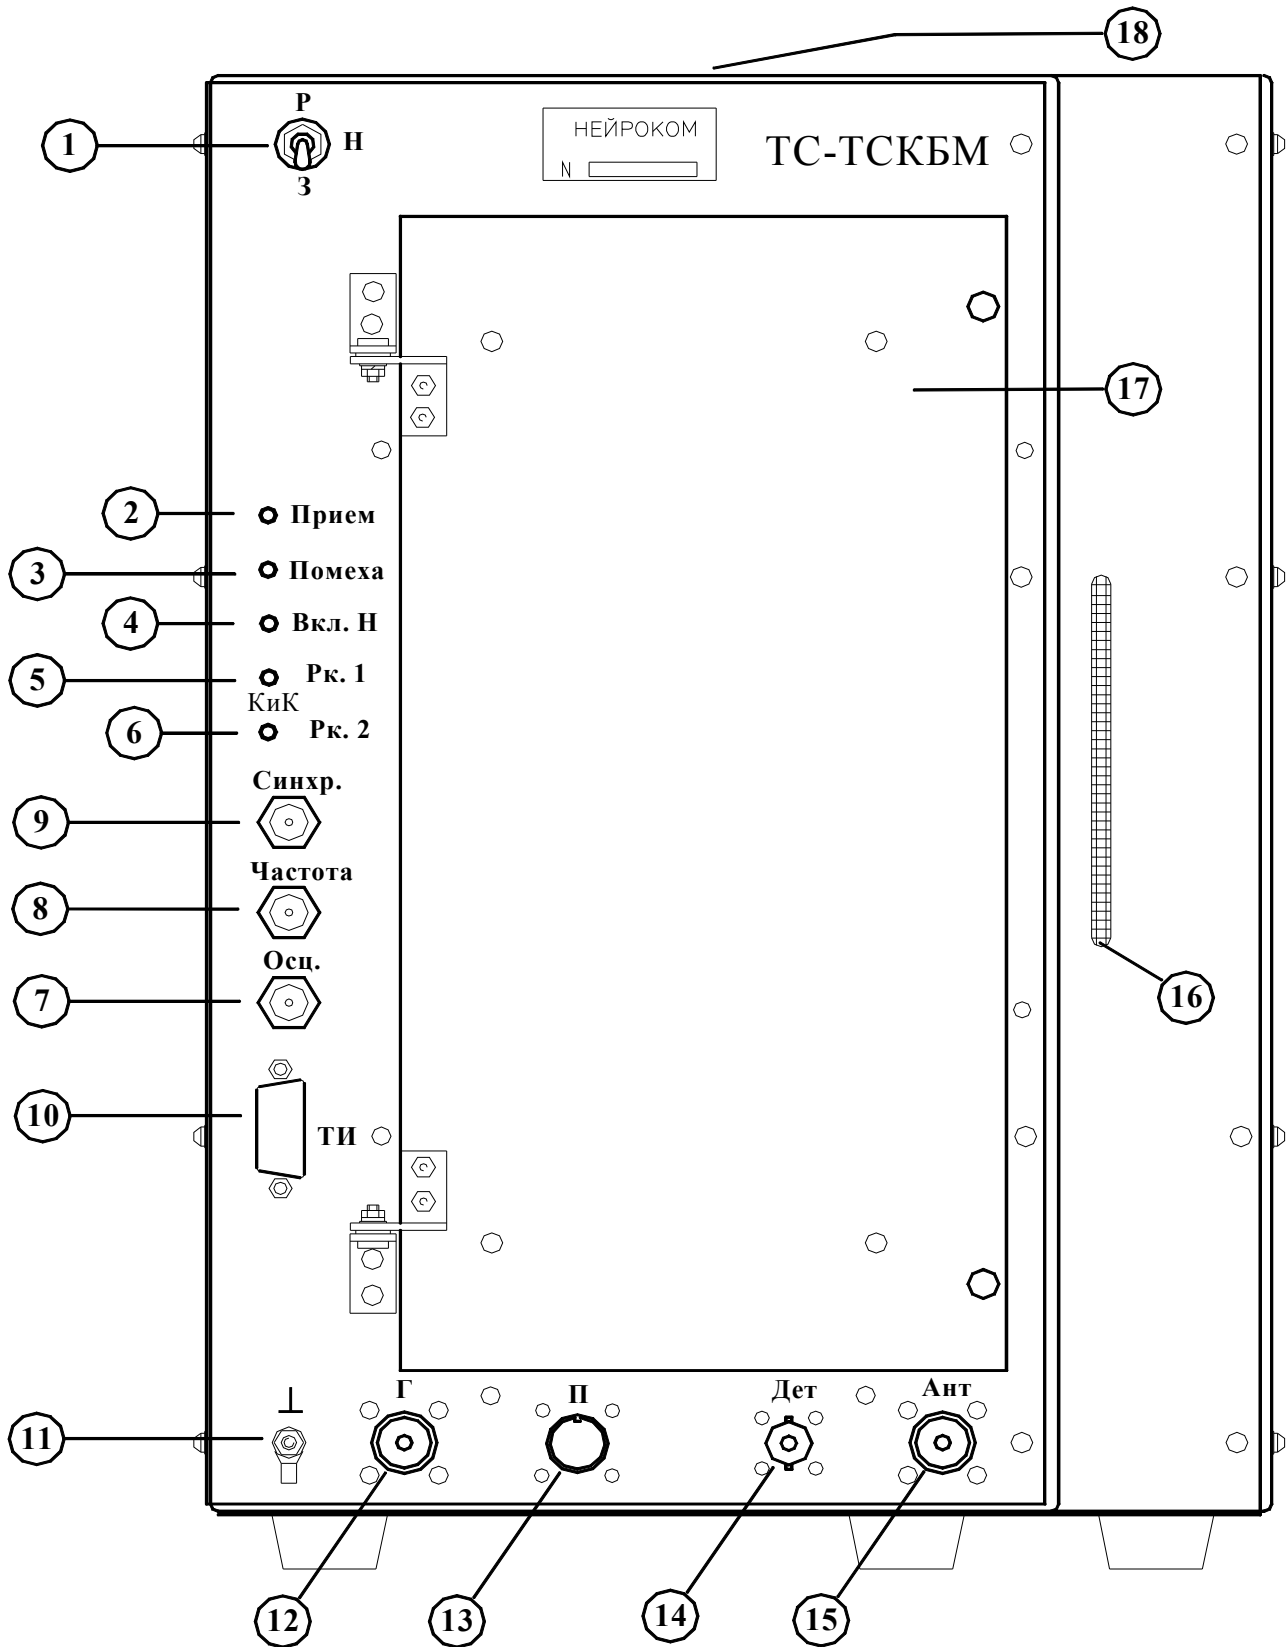

Рисунок 1.1 – Органы управления и индикации блока ТС-ТСКБМ
**Примечание 2**- Положения органов управления, индикации и разъемов на блоках ТС-ТСКБМ и ТИ-ТСКБМ (рис. 1.1, 1.2) имеют сквозную нумерацию. Далее в тексте, если перед наименованием органа стоит цифра, то она обозначает номер позиции этого органа на рис. 1.1 и 1.2.
1.4.2 Органы управления и индикации блока ТС-ТСКБМ. Смотри рисунок 1.1.